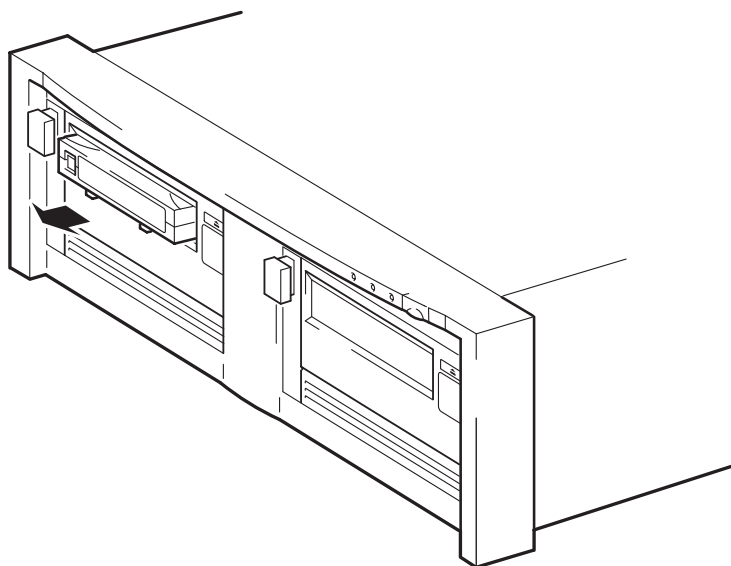

图 6b: 取出盒式磁带
- 1 按下前面板上的 Eject（弹出）按钮。（见图 6b。）